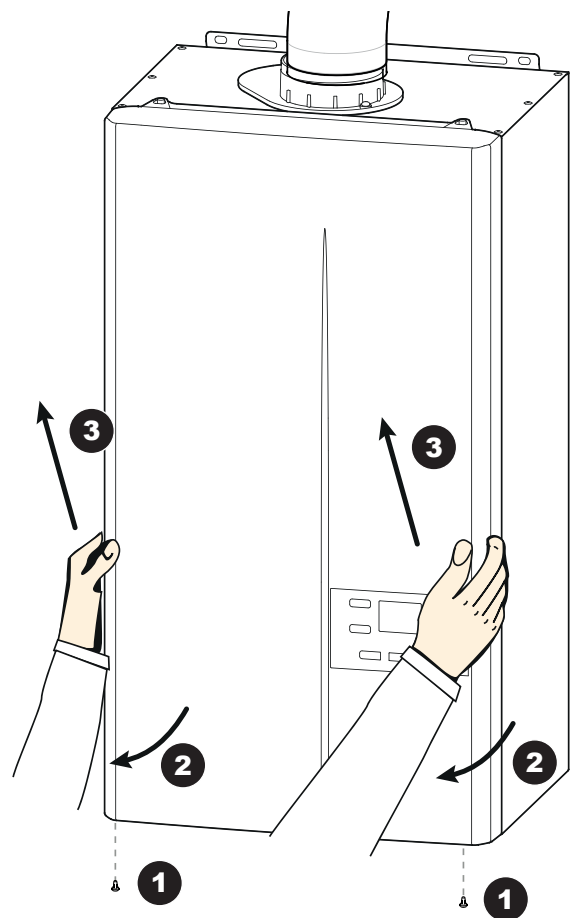

fig. 30 - Smontaggio pannello frontale
- Rimuovere il pannello frontale (vedere fig. 30, pagina 49).